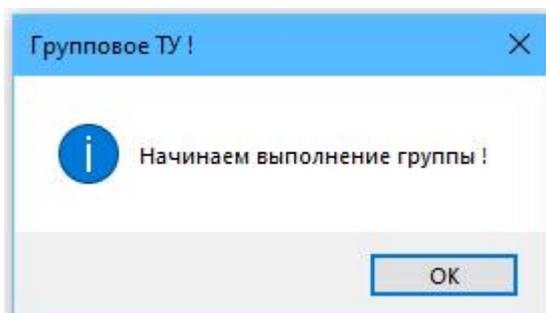

Рисунок 127 – Уведомление о начале выполнения
– после подтверждения команды появится окно «Групповое ТУ!» (рисунок 127) с уведомлением о начале выполнения ГрТУ;